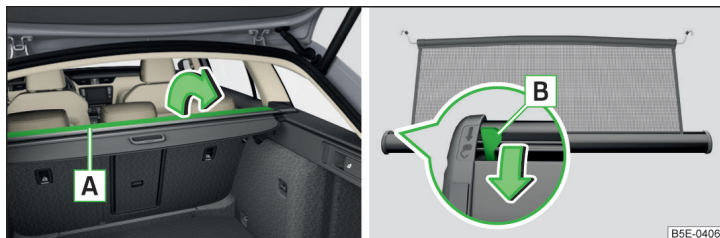

Abb. 148 Teil der aufrollbaren Gepäckraumabdeckung aufklappen / Entriegelungshebel
- › Den Teil **A** der aufrollbaren Gepäckraumabdeckung in Pfeilrichtung aufklappen » Abb. 148.
- › Den Teil **A** der aufrollbaren Gepäckraumabdeckung entgegen der Pfeilrichtung zurückklappen » Abb. 148.
Sollte die Netztrennwand beim Herausziehen blockieren, dann den Entriegelungshebel **B** in Pfeilrichtung drücken » Abb. 148.